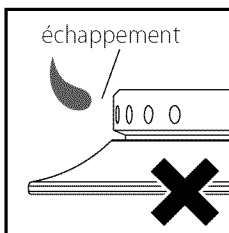

figure 3
- En ayant pris soin d'isoler le produit de l'alimentation électrique, allumer le brûleur à l'aide d'une allumette. La flamme jaillira probablement du brûleur (voir la figure 3).